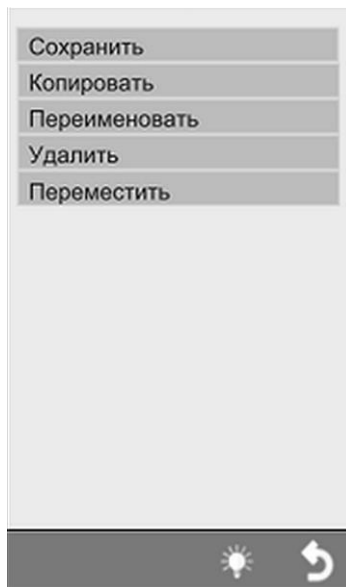

Рис. 25
2. Затем выбрать „Сохранить“ и далее „Переместить“ (Рис. 25).
После открытия программы приготовления нажать кнопку „Функции“ (20, Рис. 24), выбрать „Сохранить“, а затем „Переименовать“ (Рис. 25). Ввести новое имя с помощью клавиатуры и нажать ввод.
1. После открытия программы приготовления которую следует удалить, нажать кнопку „Функции“ (20, Рис. 24), а затем „Сохранить“ и „Удалить“ (Рис. 25).